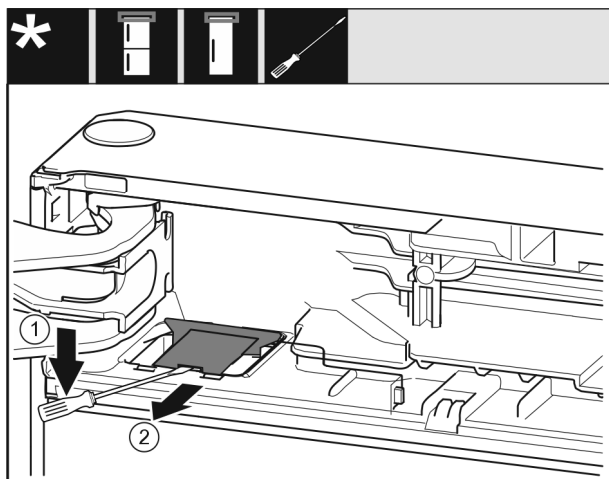

Fig. 10
- ▶ Plochým šroubovákem uvolněte kryt Fig. 10 (1).
- ▶ Vyměňte kryt Fig. 10 (2).